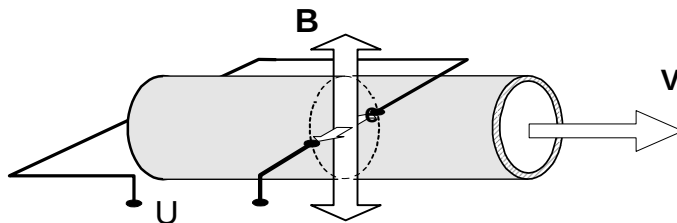

Рисунок 1
1.1.5.1 Принцип работы расходомеров основан на явлении электромагнитной индукции. При прохождении электропроводящей жидкости через магнитное поле с магнитной индукцией $\mathbf{B}$, в ней, как в движущемся проводнике, наводится ЭДС $\mathbf{e}$, пропорциональная скорости жидкости $\mathbf{V}$ (рисунок 1).